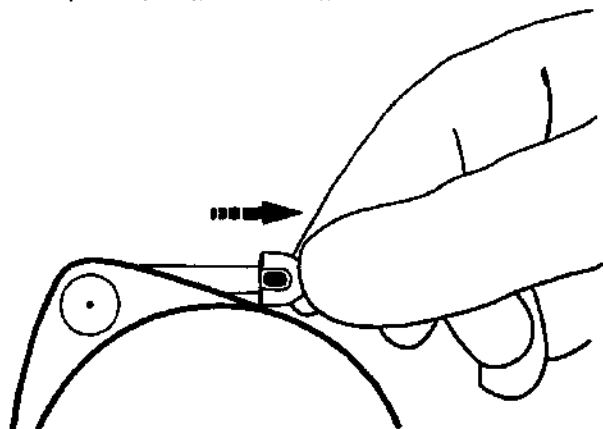

Рис. 14. Чтобы проверить надежность подсоединения к помпе, потяните за коннектор.
- Убедитесь в надежности подсоединения коннектора (Рис. 14).